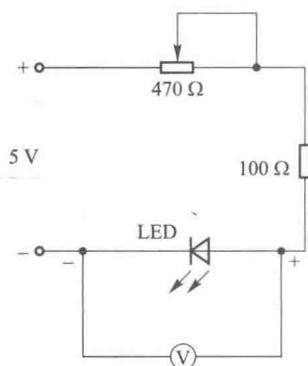

图 1.1-4 用万用表测量直流电压
将发光二极管和电阻、电位器接成图 1.1-4 所示的电路，旋转电位器使发光二极管正常发光。发光二极管是一种特殊的二极管，通过一定电流时发光二极管就会发光。发光二极管有多种颜色，常在电路中做指示灯。下面利用这个电路练习用万用表测量电压和电流。
(1) 选择量程。万用表直流电压挡标有“V”，有 2.5 V、10 V、50 V、250 V 和 1 000 V 这 5 个量程。根据电路中电源电压大小选择量程。由于电路中电源电压只有 5 V，所以选用 10 V 挡。若不清楚电压大小，应先用最高电压挡测量，逐渐换用低电压挡。
(2) 测量方法。万用表应与被测电路并联。红表笔应接被测电路的高电位端，黑表笔应接被测电路的低电位端，如图 1.1-4 所示。
(3) 正确读数。仔细观察表盘，直流电压挡刻度线是第二条刻度线，用“10 V”挡时，可用刻度线下第三行数字直接读出被测电压值。注意：读数时视线应正对指针。
- (1) 按图 1.1-4 所示在面包板上插接电路。
- (2) 检查电路无误后接通电源，旋转电位器，发光二极管亮度将发生变化，使发光二极管亮度适中。
- (3) 将万用表按前面讲的使用前做法的要求准备好，并将选择开关置于“V”挡 10 V 量程。
- (4) 手持表笔绝缘杆，将正负表笔分别接触直流电源正负两极引出端，测量电源电压。正确读出电压数值。
(5)将万用表红、黑表笔按图 1.1-4 所示接触发光二极管两引脚,测量发光二极管两极间电压,正确读出电压数值。